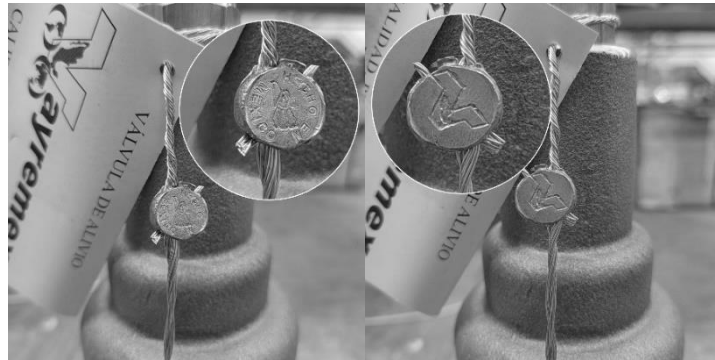

Fig.8 Estampado en los sellos de seguridad de plomo.
2. Las válvulas de relevo de presión son probadas, ajustadas y selladas en planta. **Verificar que los sellos de seguridad de plomo, que se encuentran atados al tapón/capucha y los tornillos de fijación, estén presentes y en óptimas condiciones.** En válvulas nuevas los sellos seguridad de plomo están atados con cable trenzado y deben tener estampado el logotipo de VAYREMEX y el logotipo de "HECHO EN MEXICO"(Fig.8). Si el sello está roto, ausente o no cumple con las características de estampado no recomendamos instalar la válvula y debe contactar inmediatamente al proveedor de la válvula o al fabricante.